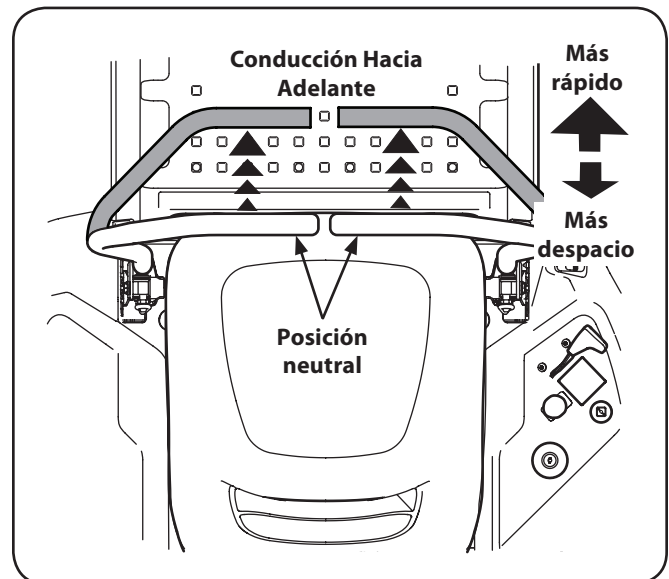

Figura 5-3
6. Mueva las palancas de control lenta y suavemente hacia adelante. El tractor comenzará a desplazarse hacia adelante. Vea la Figura 5-3.